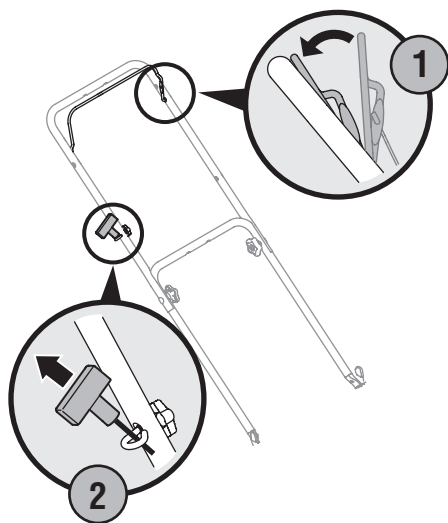

Figure 5-1
1. Placez-vous derrière la tondeuse et pressez la commande de la lame contre la poignée supérieure. Voir Figure 5-1.